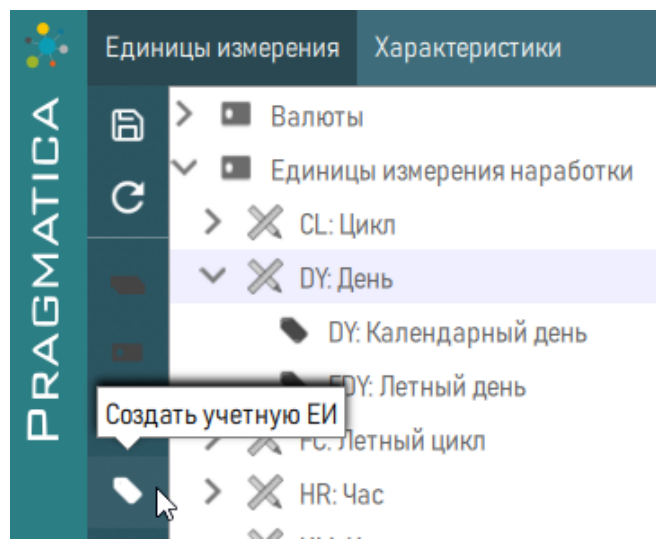

Рисунок 46 – Добавление учетной ЕИ
1) Выделить единицу измерения, для которой нужно создать учетную ЕИ, нажать кнопку  «Создать учетную ЕИ» для создания нужной единицы измерения (рисунок 46).